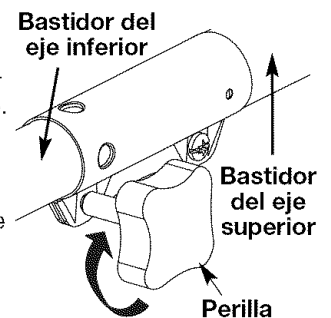

Fig. 16
4. Gire la perilla en sentido horario para ajustarla (Fig. 16).
4. Mientras sostiene el bastidor del eje superior con firmeza, tire del accesorio de corte o accesorio en línea recta fuera del acoplador Craftsman Convertible™ (Fig. 16).